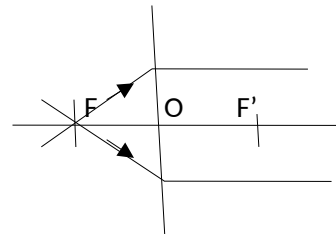

Fig.3
- Tout rayon incident passant par le foyer objet F émerge la lentille et sort parallèlement par l'axe principal (fig.3)